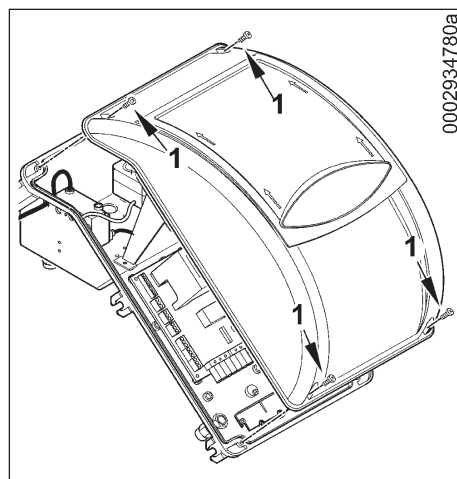

Рис. 1
- Снимите крышку, открутив 4 винта (1), как на рис. 1, при этом не убирайте прозрачное окошко. Доступ к электрическому щиту горелки получен.